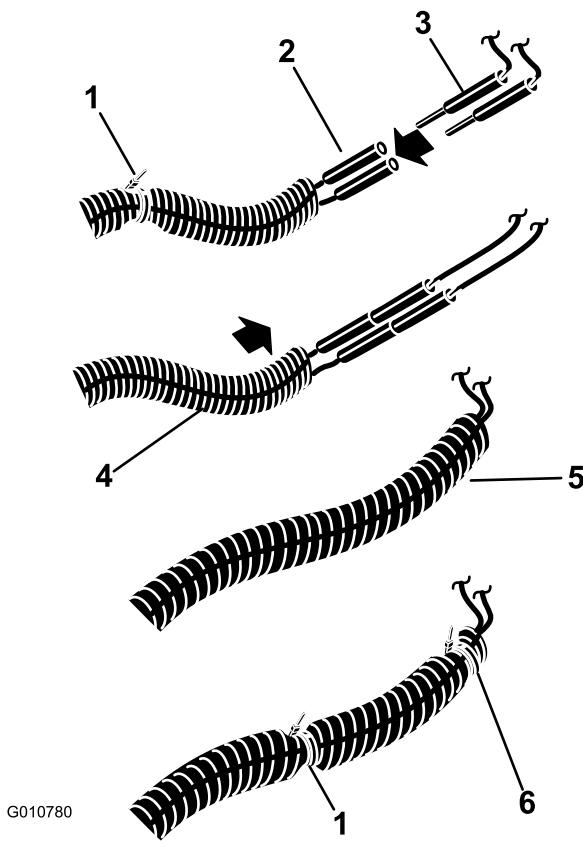

Figura 5
5. Conecte los faros al arnés de accesorios (Figura 5).